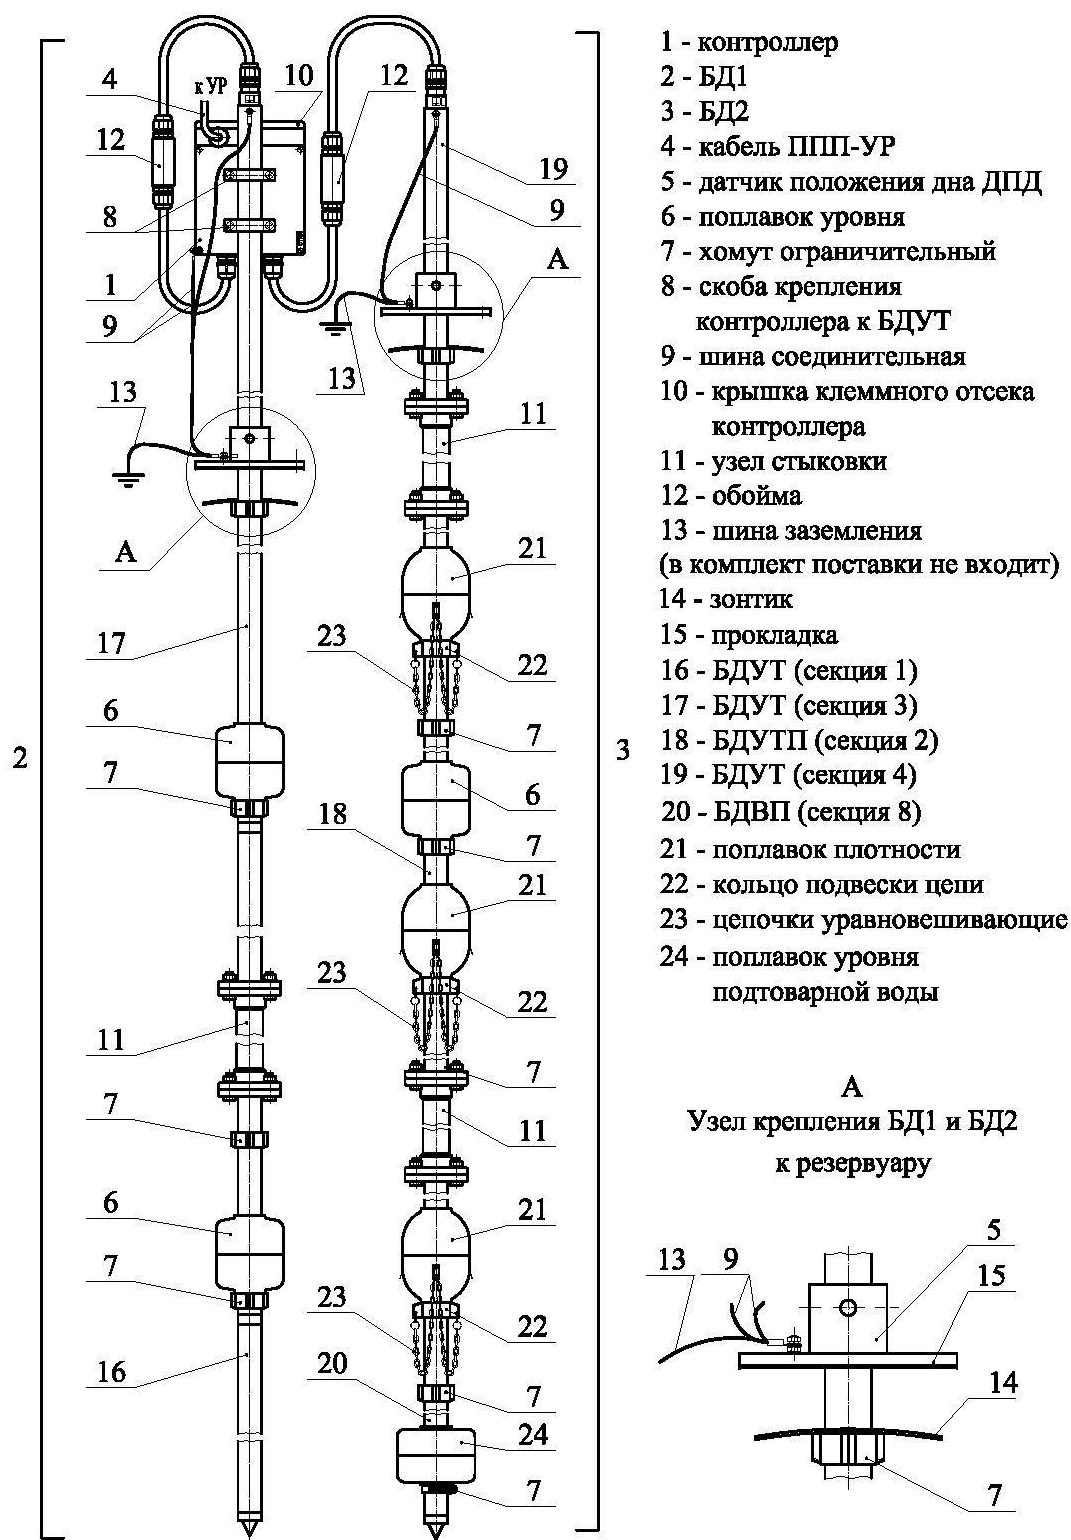

Рисунок 2.2 – ППП НБ/ТР КШЮЕ.407533.008-01
2.2.2.1.4 Установить прокладку 15 и ДПД 5 (рисунок 2.2) на посадочное место резервуара, закрепить ДПД 5 гайками М8, входящими в комплект поставки.
3.2.3 Отсоединить от ППП шины заземления 13 (рисунок 2.2).